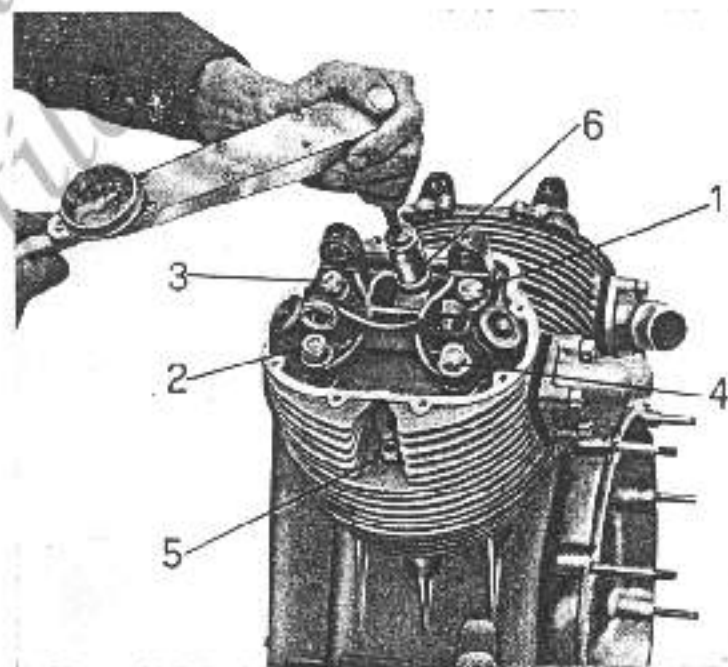

Fig. 25
- Nel montare le teste sui cilindri occorre bloccare i dadi e le colonnette con ordine incrociato (vedere fig. 25 *1-2-3-4-5-6*) adoperando apposita chiave dinamometrica con una coppia di serraggio di $\text{kgm/m } 4 \pm 4,5$.